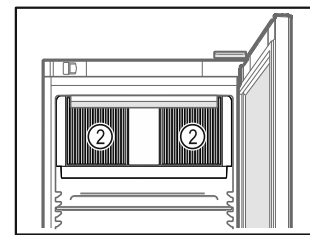

Fig. 56
- Oslobodite ventilacijske proreze Fig. 56 (2) za ventilator optičnog zraka u unutrašnjosti.